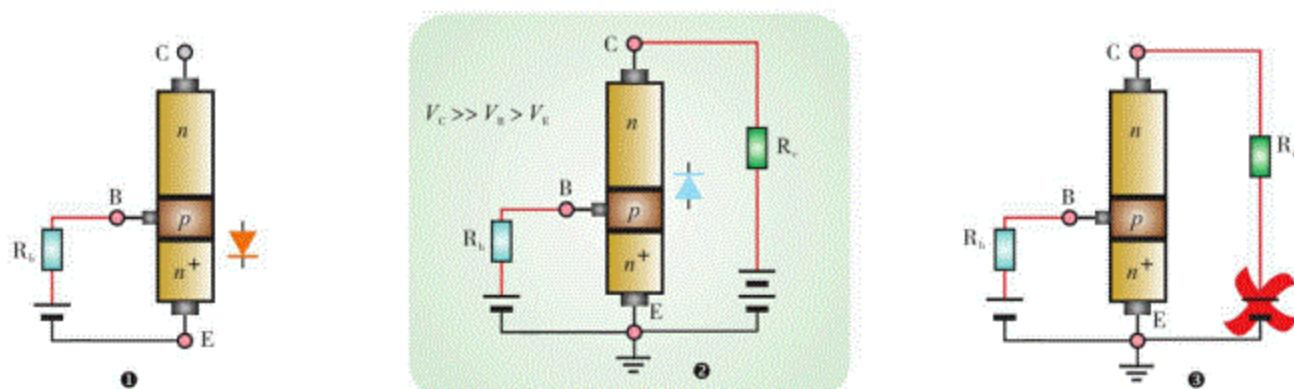

图9.5 以NPN型三极管为例讲解放大条件
**要发射结正偏，需基极电压>发射极电压**（参见8.1.6节）。为此，给三极管的基极接电源正极，给发射极接电源负极，如图9.5中的①所示。
**要集电结反偏，需集电极电压>基极电压**（参见8.1.6节）。发射结正偏与集电结反偏是并存的。由于基极已有一个高电位，需集电极有一个更高的电位，集电结才会反偏，如图9.5中的②所示。如果仅是给集电结加上反偏电压，但反偏电压不够高，如图9.5中的③所示，三极管也不能实现放大作用。
给三极管加偏置电压的目的，是要使三极管的**发射结正偏，集电结反偏**。结合第8章PN结的相关知识，你会很容易理解图9.5中②所示的NPN型三极管的偏压连接方式。那么，PNP型的偏压应如何连接呢？